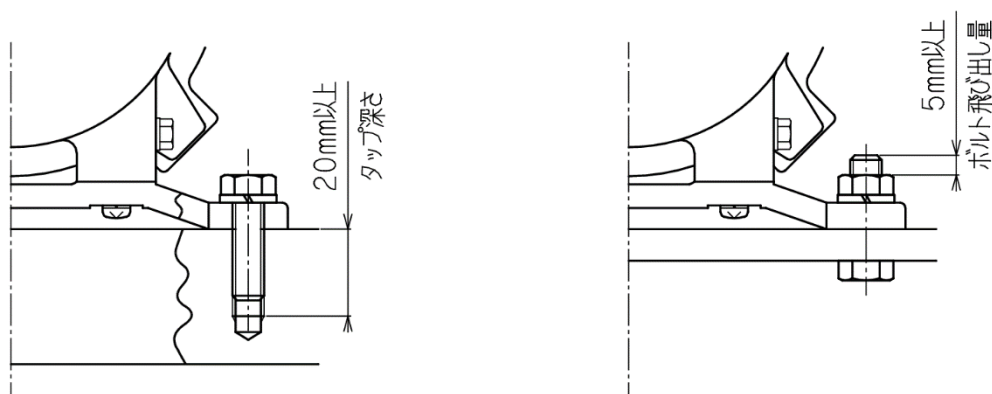

図 2 : 固定方法
- (2) ボルト&ナットで固定する場合は、図 2 のようにナット側にボルトの先端が 5 mm 程度出る長さのボルトを使用してください。又、ベース面にタップ穴加工をして取付ける場合、図 2 のようにタップ深さは 20 mm 以上必要です。